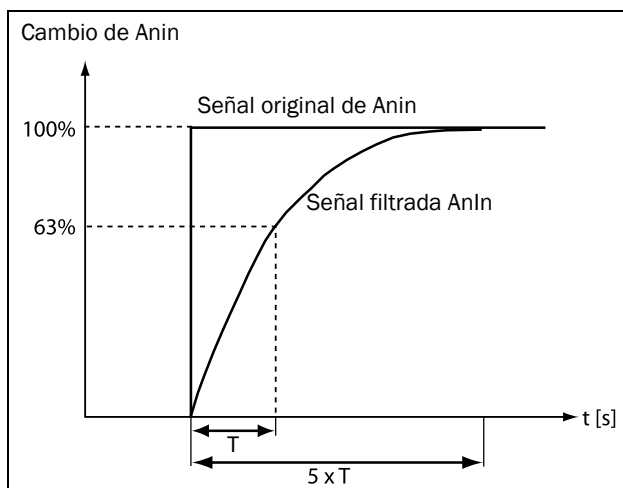

Fig. 87
Si la señal de entrada es inestable, se puede utilizar el filtro para estabilizarla. Consulte el capítulo Fig. 87. Así, se alcanzará un cambio del 63 % en la entrada analógica en el tiempo configurado en «Filtro Anin» (T). Cuando haya transcurrido 5 veces el tiempo definido (p. ej.  $5 \times T$ ), Anin habrá alcanzado el 100 % del cambio en la entrada.